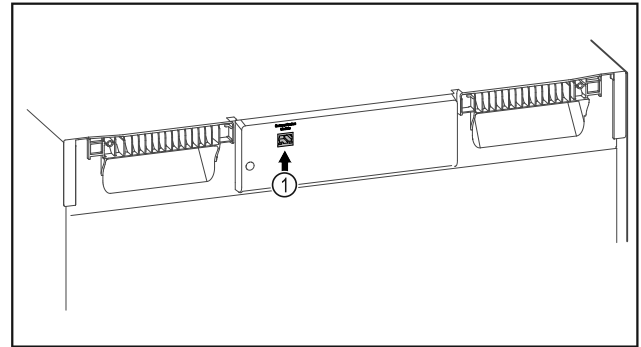

Fig. 101
- ☐ SmartModule Fig. 101 (1) ist eingesetzt.